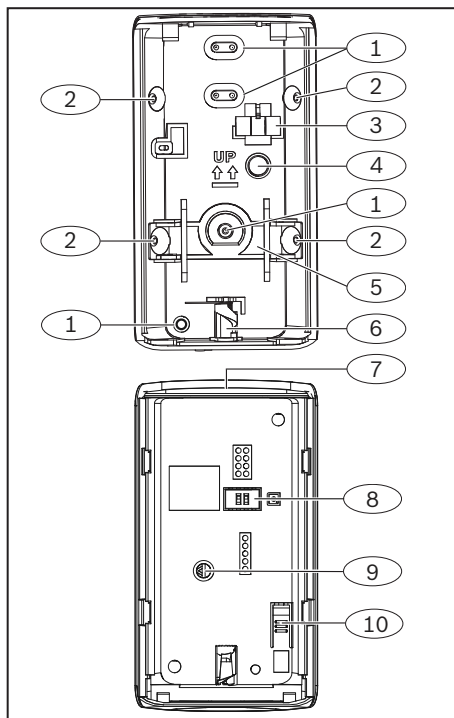

Figure 1.1 : Vue intérieure du socle du détecteur (haut) et vue intérieure du boîtier du détecteur (bas)
2. Identifiez les trous de fixation à utiliser en fonction de la surface de montage. Voir Figure 1.1.